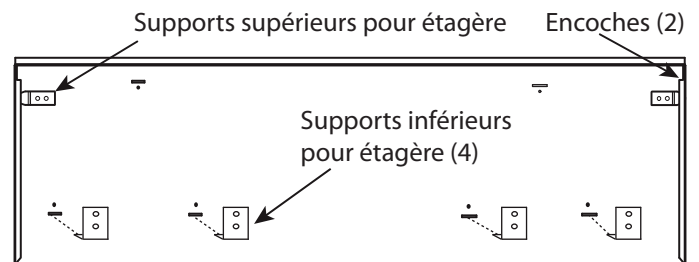

Figure 15 : Dos de la plaque murale
- Installez les deux supports supérieurs pour étagère et les trois supports inférieurs pour étagère aux endroits indiqués sur les gabarits. Fixez-les en place à l'aide des (10) vis de 1 po (25,4 mm) fournies.
- Faites glisser l'ensemble de l'étagère vers le haut jusqu'à ce que la partie inférieure s'enclenche dans les quatre supports inférieurs (Figure 15).